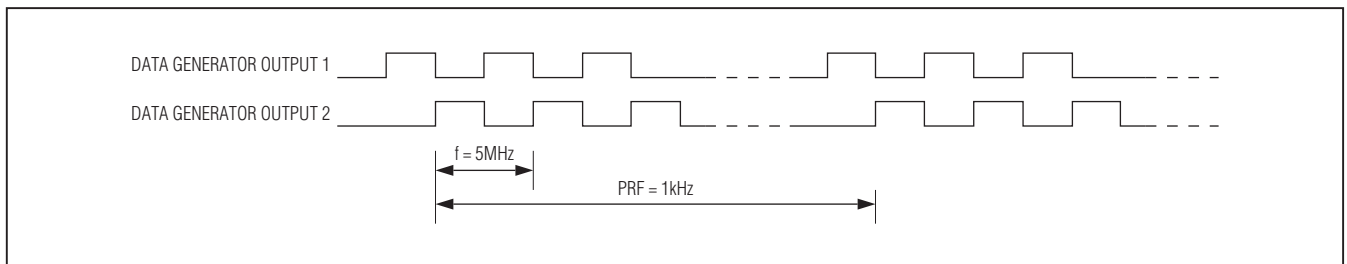

图1. 数据发生器输出
- 10) 设置数据发生器使其产生两路输出。每路输出在每个脉冲重复周期产生3个脉冲，如图1所示。脉冲幅度设置在+3.3V，关闭输出。